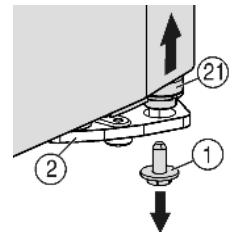
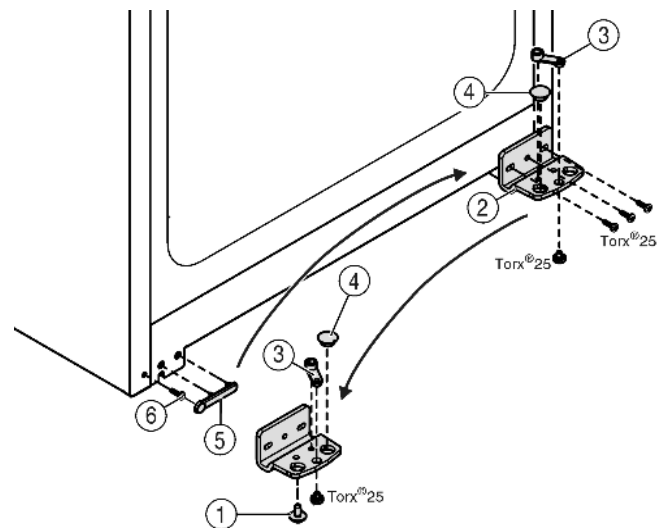

Fig. 5
Fig. 6
- ▶ Dévisser la vis de blocage du support d'appui Fig. 5 (1) en bas à droite.
- ▶ Le pivot d'appui Fig. 5 (2) se desserre du support d'appui Fig. 6 (2).
- ▶ Si le pivot d'appui Fig. 5 (2) ne se desserre pas, chasser le support par le bas.
- ▶ Dévisser le support d'appui Fig. 6 (2).
- ▶ Dévisser l'élément pivotant Fig. 6 (3) et le permuter dans le trou opposé du support d'appui, revisser à fond.
- ▶ Retirer le bouchon Fig. 6 (4) du support d'appui et le placer dans le trou du côté opposé au support d'appui.
- ▶ Retirer le cache Fig. 6 (5) côté poignée avec précaution.
- ▶ Retirer la vis Fig. 6 (6) et la revisser sur le côté opposé.
- ▶ Remettre en place le cache Fig. 6 (5).
- ▶ Revisser le support d'appui Fig. 6 (2) sur le nouveau côté charnière, en utilisant une visseuse sans fil si nécessaire, avec un couple de serrage de 4 Nm.
- ▶ Visser la vis d'arrêt Fig. 5 (1) en bas dans le pivot d'arrêt et la serrer à fond (avec 4 Nm).